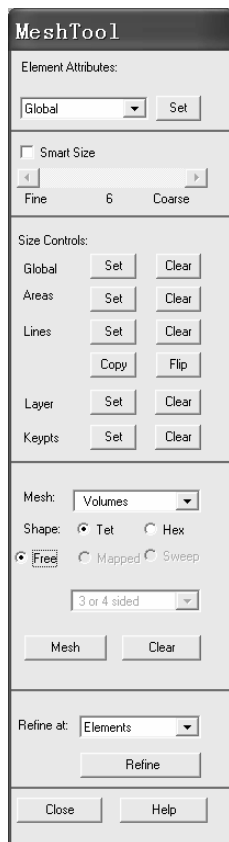

图 1-26 “MeshTool”窗口
(1) 依次选择 Main Menu>Preprocessor>Meshing>MeshTool, 弹出“MeshTool”窗口(见图 1-26)。